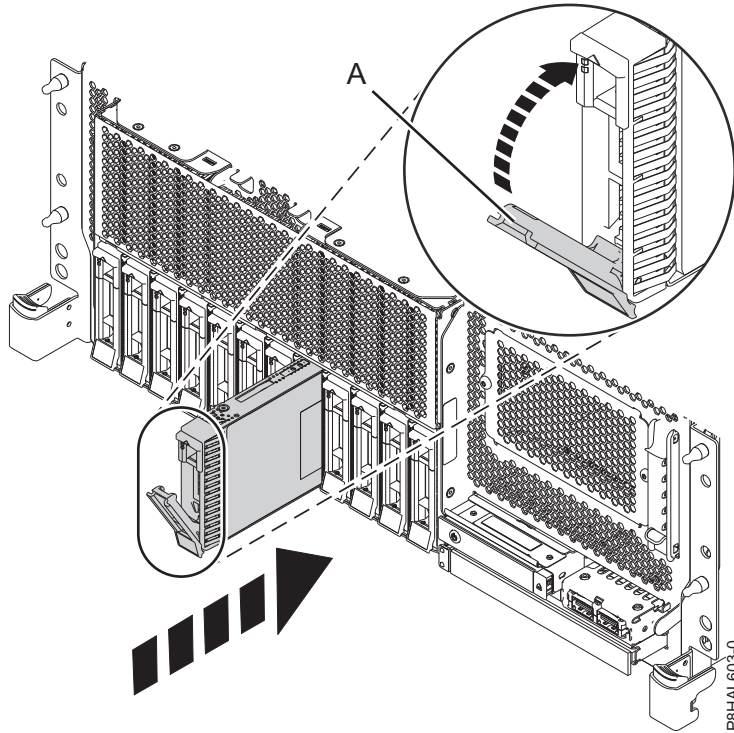

Figure 107. Remise en place d'une unité de disque dans un système à fonction de base monté en armoire
4. Déverrouillez la poignée de la baie d'unité (**A**) en appuyant dessus et en la tirant vers vous. Si la poignée n'est pas complètement sortie, vous ne pouvez pas insérer l'unité dans le système. Voir figure 107, à la page 119, figure 108, à la page 119, figure 109, à la page 120 et figure 110, à la page 121.
9. Lorsque le voyant d'identification s'allume et reste fixe, faites glisser complètement l'unité dans le système et poussez complètement la poignée (**A**) de l'unité jusqu'à ce qu'elle se verrouille. Voir : figure 107, à la page 119, figure 108, à la page 119, figure 109, à la page 120, et figure 110, à la page 121.